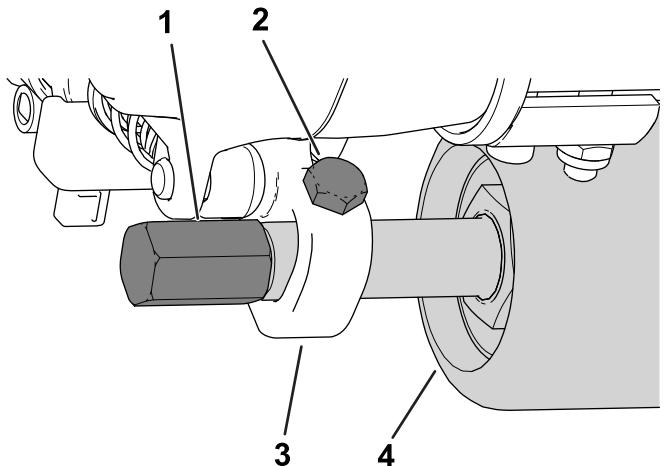

Figura 15
5. Insira e centre o eixo do rolo entre os suportes da altura de corte e prenda-o com dois parafusos de montagem (Figura 14 ou Figura 15).
Pode instalar os parafusos de montagem na frente (como se mostra na Figura 14) ou na traseira (Figura 15) dos suportes da altura de corte. Instalar os parafusos na frente vai permitir que o olhal se afaste do rolo; instalar na traseira vai permitir ao olhal fique entrelaçado com o rolo.